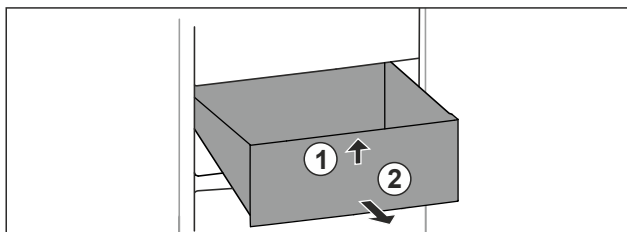

Fig. 96
- Lyft upp låda framtill. Fig. 96 (1)
- Ta ut låda genom att dra den framåt. Fig. 96 (2)